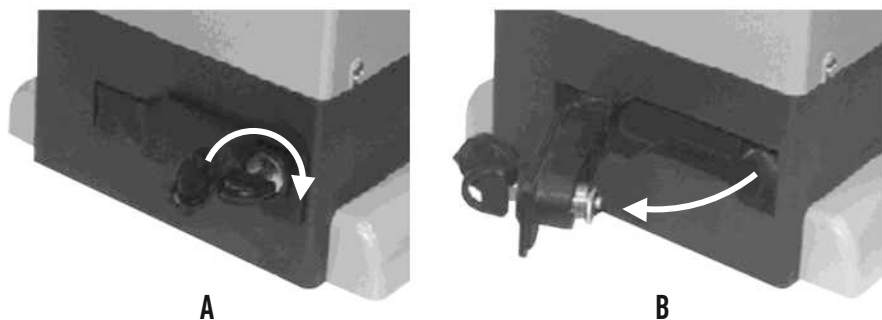

Рис. 3
- вставьте ключ разблокировки в замок (Рис.3А);
- не вынимая ключ, потяните рычаг разблокировки на себя (Рис. 3В);